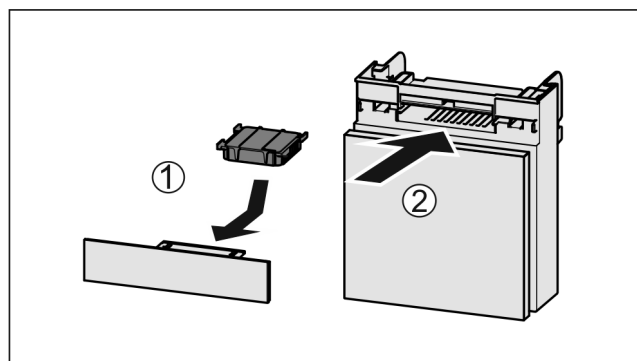

Fig. 226
- ▶ Umetnite filter s aktivnim ugljenom kao što je prikazano na slici Fig. 226 (1).
- ▶ Umetnite pretinac Fig. 226 (2).